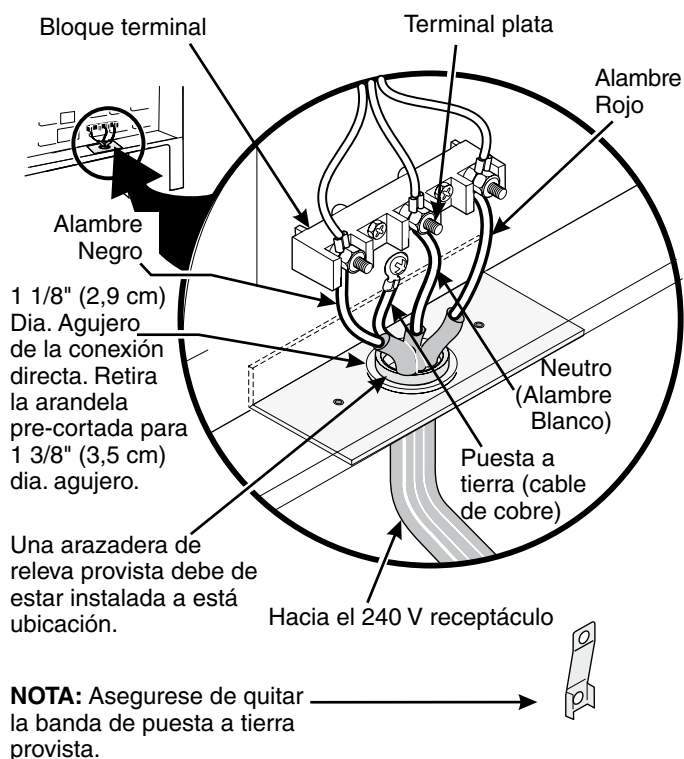

Figura 9
Si los códigos locales NO permiten la conexión del conductor a tierra del armazón al alambre neutral del cable de bronce del suministro eléctrico (vea figura 9).
3. Utilizar los tuercas suministraron en el paquete de la literatura para conectar el alambre de tierra (verde) del cable de bronce del suministro eléctrico al armazón del electrodoméstico con el tornillo de la base, usando el hoyo del armazón por donde retiró la correa de la base (vea figura 9).
Si el aparato está conectado directamente al corta circuito, a la caja de fusibles o a la caja de empalmes, use un cable blindado flexible o no metálico recubierto de cobre (con alambre a tierra). Provee una abrazadera releve de anclaje homólogo UL a cada extremidad del cable. A la extremidad del electrodoméstico, el cable pase a través del agujero de la conexión directa (ver Figura 9) en el cordón de la placa de montaje. El tamaño de los alambres (**alambre de cobre solamente**) y las conexiones deben estar conforme al régimen del electrodoméstico.